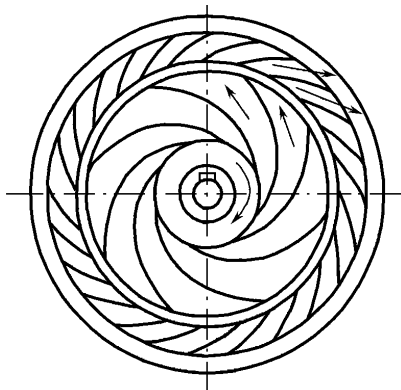

Рис. 1.4
- лопаточный, обычно используется в многоступенчатых машинах и представляет собой систему нескольких диффузорных каналов, окружающих рабочее колесо (рис. 1.4).